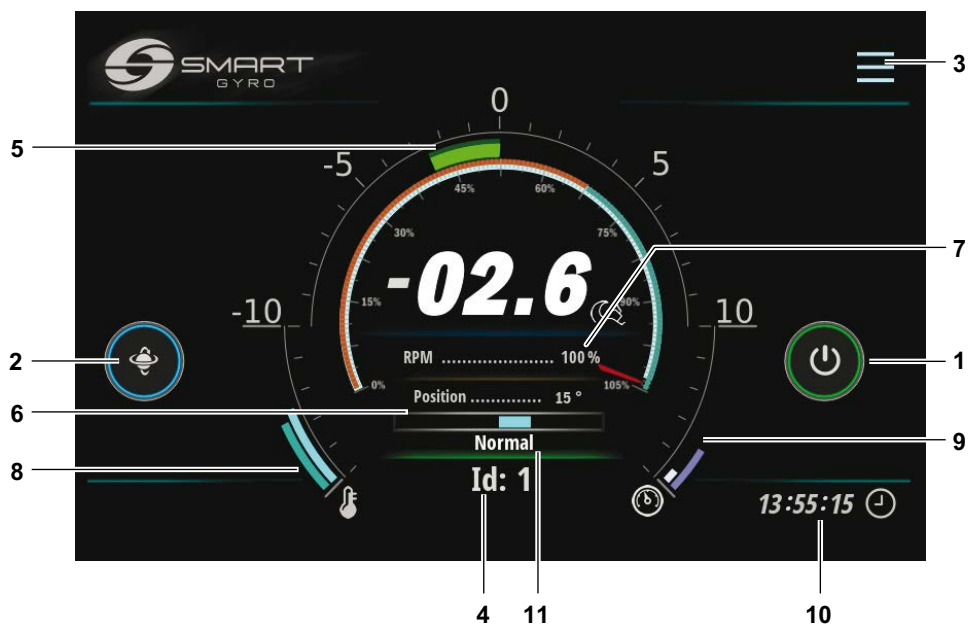
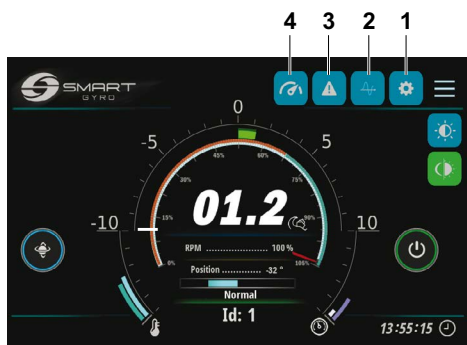
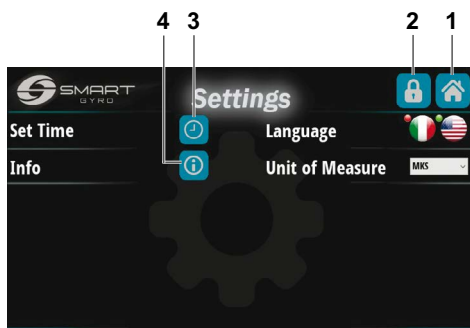
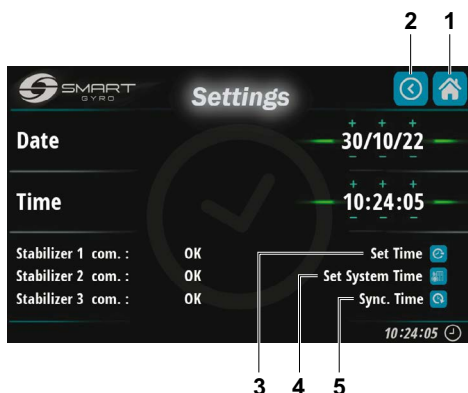

Figura 6
Figura 17
Figura 18
Figura 19
| 3 Icono de menú  | Inicie sesión en las distintas páginas del menú presionando este icono. Véase la figura 17.   |
Al pulsar la página de iconos de Menú (Figura 6, (3)), aparecen algunos iconos de funciones en la esquina superior derecha de la pantalla (Figura 17).
Presionar el icono de Configuración (Figura 17, (1)) le llevará a la página del menú Configuración (Figura 18).
Al presionar el icono de Inicio en la esquina superior derecha (Figura 18, (1)), volverá a la página de Inicio.
Al presionar el icono con el símbolo del candado (Figura 18, (2)), le llevará a una página protegida con contraseña (solo accesible para el personal de servicio) para inspeccionar/modificar algunos parámetros internos a los que normalmente se accede durante la primera instalación del giroscopio.
Al presionar el icono Establecer hora con el símbolo del reloj (Figura 18, (3)), le llevará a la página de configuración de Hora y fecha (Figura 19).
Una vez configuradas la fecha y la hora, los datos se guardan en la memoria no volátil de la caja de control del giroscopio presionando el icono superior en el ángulo inferior derecho (Figura 19, (3)).
Al presionar el icono central (Figura 19, (4)) se guarda la hora y los datos en la memoria no volátil de la pantalla.
Finalmente, al presionar el icono de más abajo (Figura 19, (5)) se descartan los datos y se muestra en la pantalla la fecha y hora actuales leídas del Reloj de tiempo real interno de la Caja de control del giroscopio.
Al presionar el icono de Inicio en la esquina superior derecha (Figura 19, (1)), volverá a la página de Inicio.
Al presionar el icono Atrás en la esquina superior derecha (Figura 19, (2)), volverá a la página Configuración (Figura 18).
Presionando el icono Info (Figura 18, (4)), es posible visualizar las versiones de firmware tanto de la pantalla como de la placa de control (instalada en la unidad giroscópica) (Figura 22).
Presionar el icono de alarma (Figura 17, (3)) le llevará a la página de registro de alarmas.
Al pulsar el icono de la página del monitor de rendimiento (Figura 17, (4)), accederá a la página del monitor de rendimiento (Figura 33).